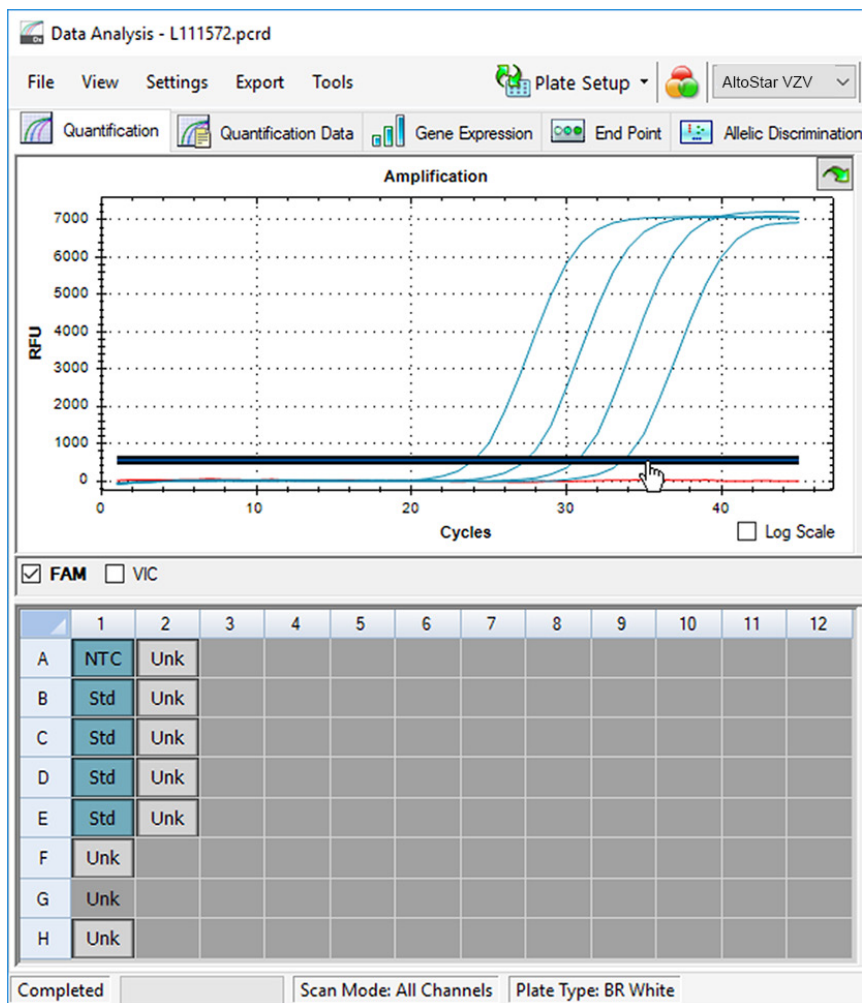

Figura 10: Ventana Data Analysis (análisis de datos): configuración del umbral FAM™
5. En la parte izquierda de la ventana Data Analysis (análisis de datos) quite la marca de la casilla de verificación **VIC** y marque la casilla **FAM** para el canal de detección de VZV objetivo (consulte la figura 10).
6. Seleccione únicamente los pocillos que contienen el NTC y el QS en la vista de placa de la ventana Data Analysis (análisis de datos) (consulte la figura 10).
7. Arrastre el pocillo de umbral por encima de la señal del NTC hacia el área exponencial de las señales de QS (consulte la figura 10).